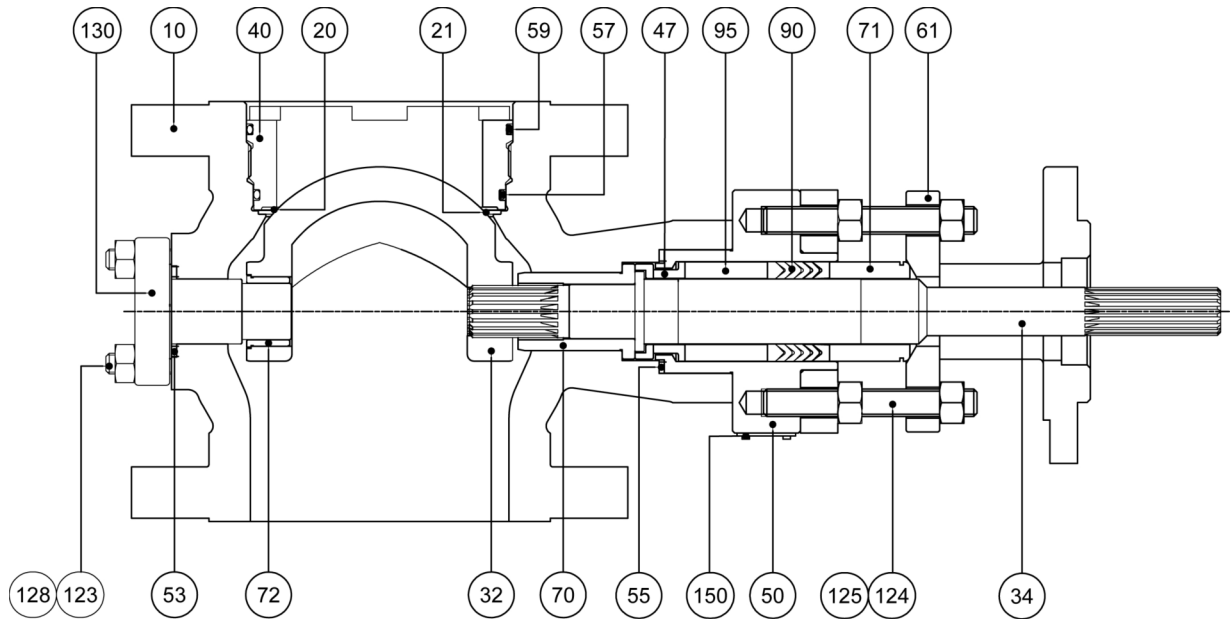

Figura 2: Subconjunto do Corpo da Válvula VXL
- ↳ Monte o mancal do eixo da válvula, posicionando-o no ressalto limitador existente no corpo. Veja Figura 2.